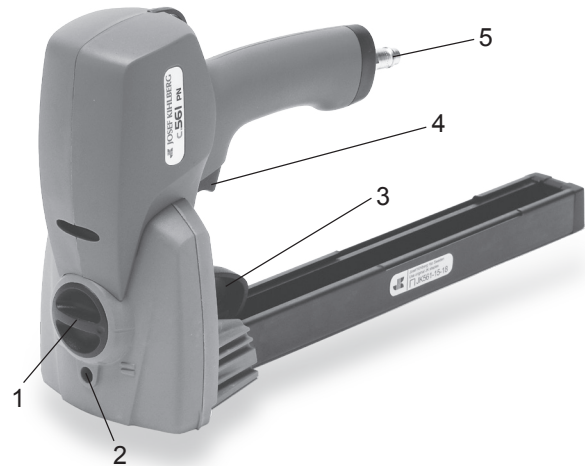

Fig. 1-
1. Appuyer l'agrafeuse contre l'emballage et appuyer sur la détente (Fig. 1/4)